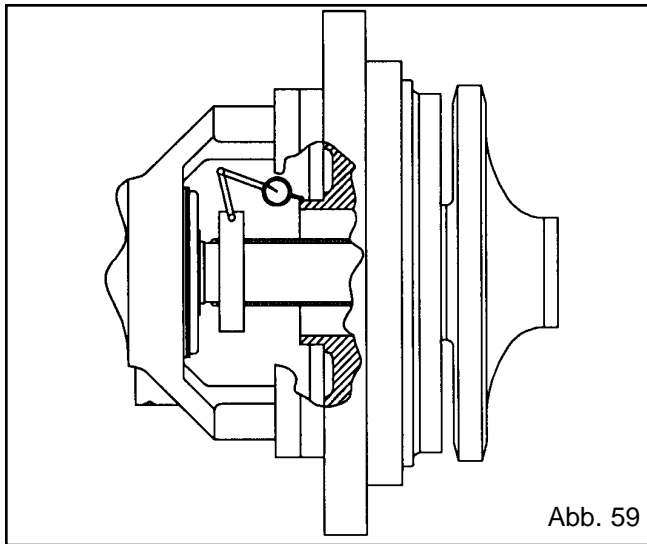

Abb. 59
- Die Meßuhr, wie auf Abb. 59 gezeigt, an der Welle (122) oder an der Wellenschutzbuchse (126) anbringen.
- Die Welle (122) so drehen, daß sich der Anzeiger um 360 Grad entlang der Dichtungskammerverriegelung (Register) mitdreht. Wenn die Gesamtablesung mehr als 0,13 mm beträgt, die Ursache suchen und beheben.